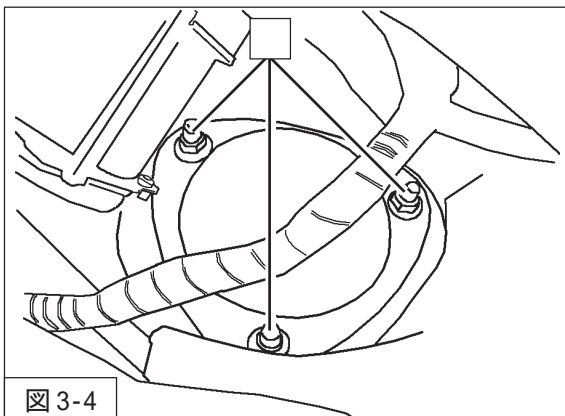

図3-4
6. ダンパーアッパー取付ナットを取外してください。(図3-4)